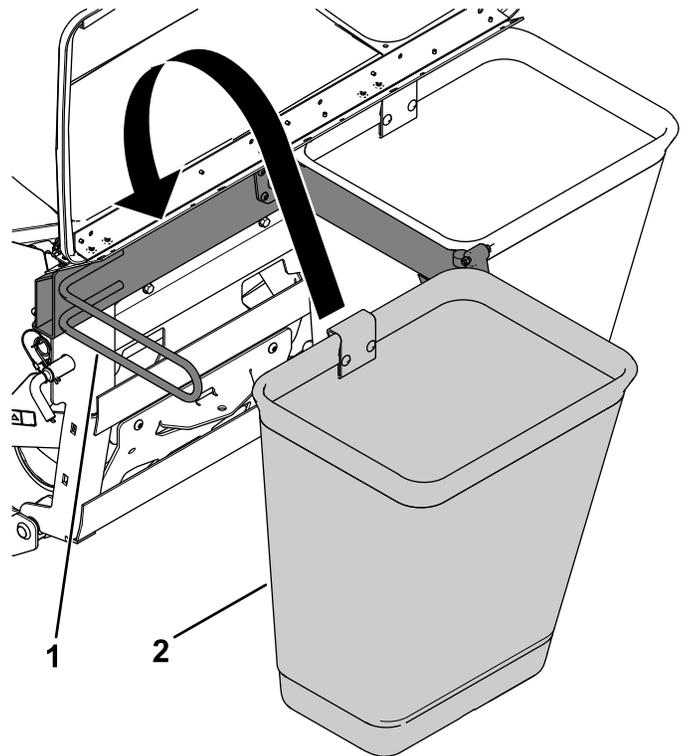

Bild 13
- Haken Sie den Grasfangkorb am Rahmen des Heckfangsystems ein (Bild 13).